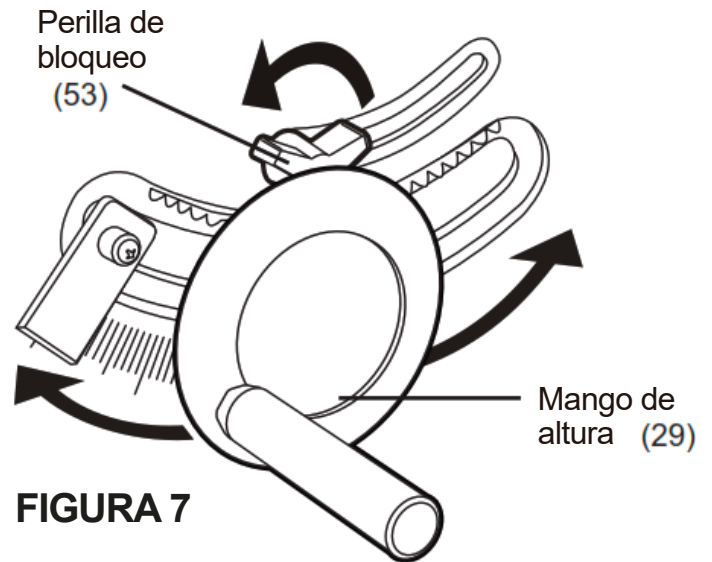

FIGURA 7
3. Tire hacia afuera y gire la manija de altura (29) en sentido antihorario para elevar el motor a su posición más alta.
4. Gire la perilla de bloqueo (53) en sentido antihorario para aflojar el bloqueo de inclinación. Empuje la palanca de altura hacia adentro para engranar los engranajes y gírela en sentido antihorario para inclinar el eje a 15 grados. Ver Figura 7.